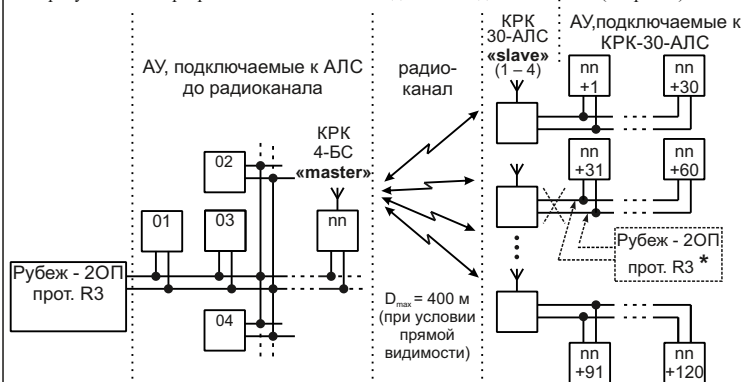

Рисунок 5
7.4 Работу АУ и проверку топологии на участках АЛС, подключенных к «slave» конвертерам рекомендуется проводить прибором Рубеж-2ОП, который временно подключается к АЛС на данных участках. При этом, рабочую конфигурацию системы в приборе изменять не требуется. Конвертеры КРК-30-АЛС необходимо отсоединить от АЛС (см. рис. 5).